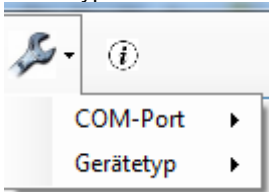

Abbildung 3
5. Wählen Sie zunächst den Menüpunkt „COM-Port“ (Abbildung 3) aus und aktivieren Sie den angezeigten Port. Falls die Datenexport Software für Streifenleser den COM-Port nicht automatisch anzeigt, können Sie diesen in Ihrem Computer via Systemsteuerung → Geräte-Manager → Anschlüsse (COM & LPT) identifizieren.
6. Legen Sie über den Menüpunkt „Gerätetyp“ (Abbildung 3) den Typ QUANTOFIX® Relax fest.